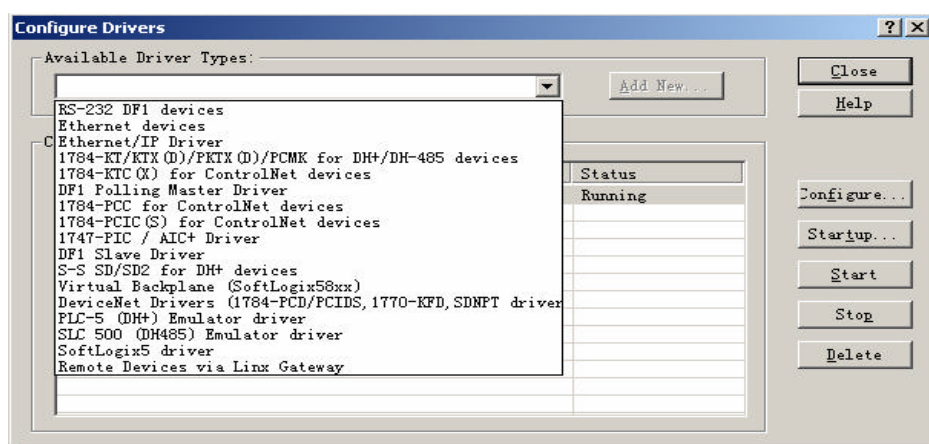

图 3-12 选择驱动组态类型
4. 弹出标题为 *Configure Driver Types* 的窗口。单击 *Available Driver Types* 对话框中的下拉箭头，选择 *Ethernet devices*，如图 3-12 所示。这些驱动是 Allen-Bradley 公司的产品在各种网络上的通讯卡的驱动程序，这些通讯卡的驱动程序保证了用户对网络的灵活选择和使用。可以根据设备的实际情况来选择适当的驱动程序，注意要和你使用的硬件类型相匹配。